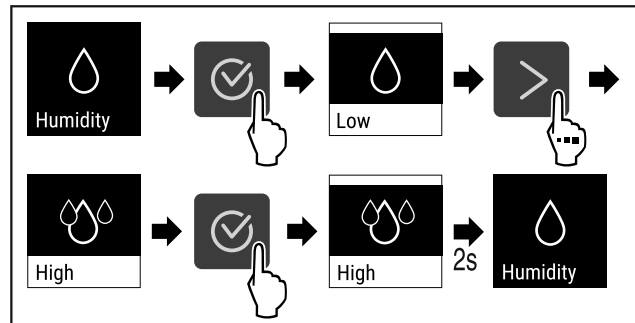

Fig. 74
- ▶ Genomför handlingsstegen (se Fig. 74).